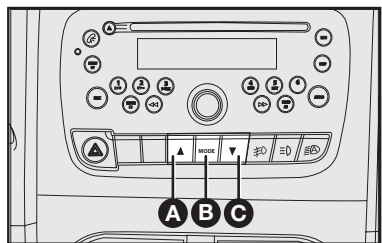

fig. 50
**A-fig. 50** – Botão de seleção “para cima” ▲.
**B-fig. 50** – MODE.
**C-fig. 50** – Botão de seleção “para baixo” ▼.